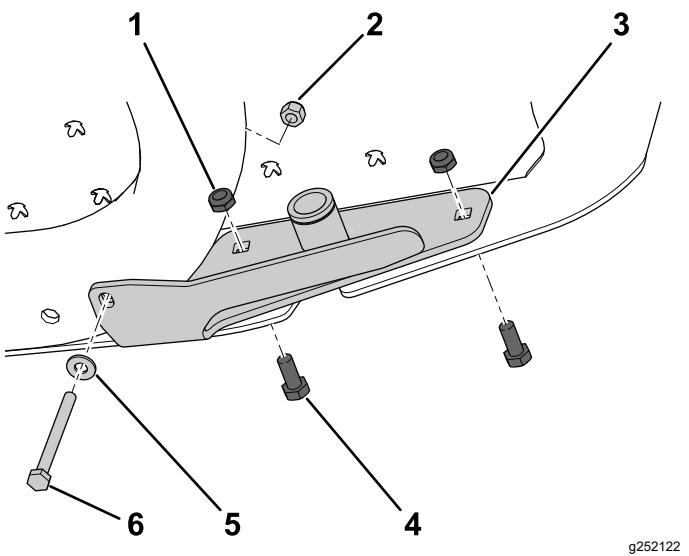

Figura 5
2. Sujete la parte inferior del conjunto del cubo al bastidor de la máquina con un perno (1/4" x 2 3/4"), una arandela (1/4"), y una contratuerca (1/4"); consulte la Figura 5.